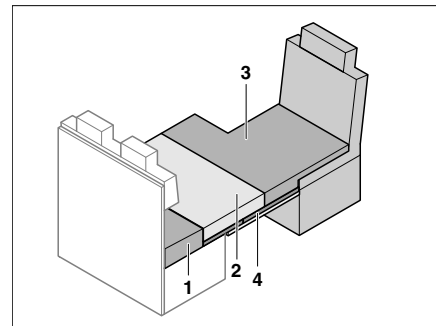

Fig. 193 Dopo la trasformazione
- Posizionare il cuscino aggiuntivo (Fig. 193,3) sul sedile del conducente.
- Collocare i cuscini del divano (Fig. 193,2) sulla base del letto extra.